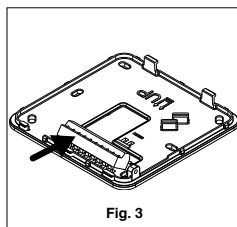

Fig. 3
- Verwijder de bedieningsconnectors zoals in fig. 3. Met de controleconnectors nog niet op hun plaats van elektrische verbindingen voorbereiden tussen deze en het paneel van de elektrische controledeels van de ventilatorconvector zoals getoond in het bedragsdiagram in fig. 10.